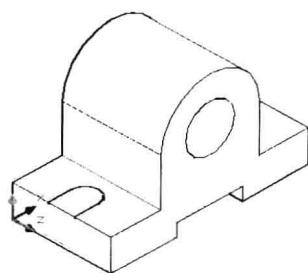

图 8-4-5
(7) 向右移动光标，拉出一条直线，输入直线的长度值“7”。
(8) 命令行提示“指定下一点或 [圆弧(A)/闭合(C)/半宽(H)/长度(L)/放弃(U)/宽度(W)]”，输入“a”，按 Enter 键；命令行提示指定圆弧的端点，向右移动光标，输入圆弧端点距离第一个端点的距离为“8”，按 Enter 键，绘制一条圆弧线段。
(9) 命令行提示“指定圆弧的端点或[角度(A)/圆心(CE)/闭合(CL)/方向(D)/半宽(H)/直线(L)/半径(R)/第二个点(S)/放弃(U)/宽度(W)]”，输入“l”，按 Enter 键；向左移动光标，输入直线长度值“7”，按两次 Enter 键，结束多段线操作。绘制直线完成之后坐标轴恢复原来位置。
(10) 在“修改”面板中单击“移动”按钮 MO ，单击直线，按 Enter 键，单击一点，向左移动，输入移动距离为“4”，按 Enter 键，如图 8-4-5 所示。